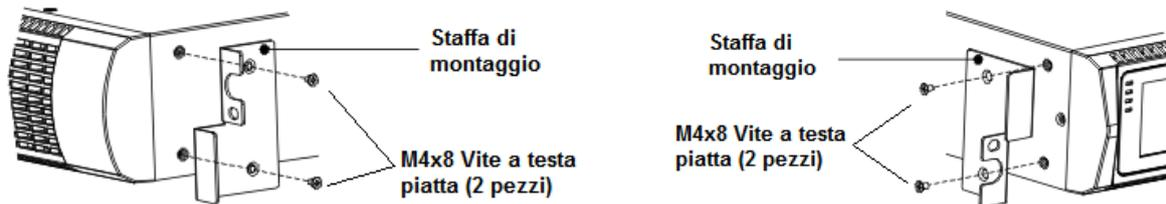

Figura 1 Montaggio maniglie di fissaggio
- Allineare le maniglie con i fori delle viti su ogni lato e fissarle con 4 viti piane (Figura 1).